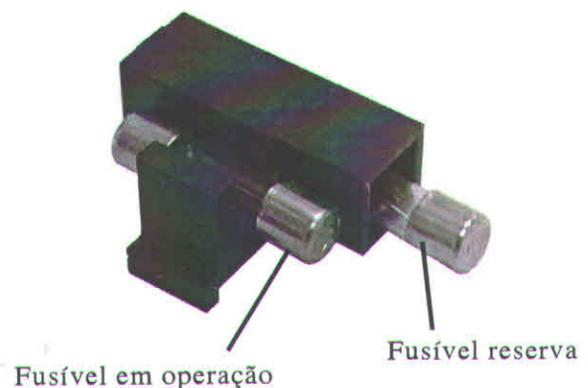

Figura 13
- Ao sair da fábrica o suporte de fusíveis contém um fusível reserva de igual valor, Figura 13.